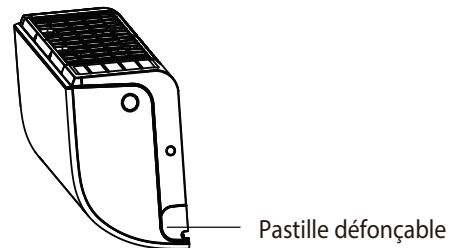

Figure 16 – Pastille défonçable
2. Si le trou du mur est situé derrière le module intérieur, laissez la pastille défonçable du panneau en place. Si le trou du mur est situé un des côtés du module intérieur, retirez la pastille défonçable en plastique du panneau sur ce côté du module (consultez la figure 16). Vous disposerez ainsi d'une ouverture pour la sortie de la tuyauterie. Utilisez une pince à becs longs pour faciliter le retrait de la pastille défonçable, le cas échéant.